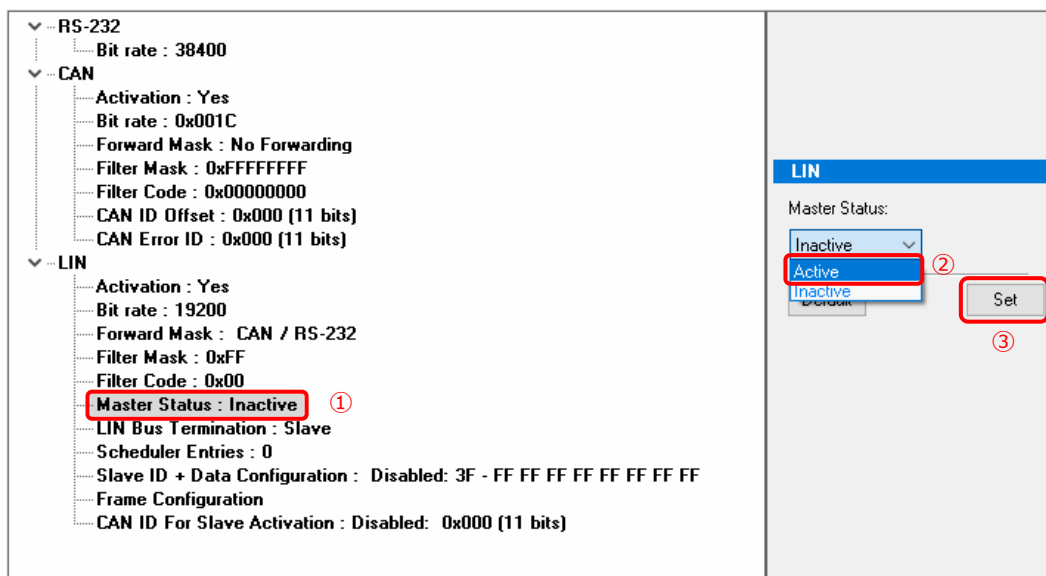

図 4.3-3
Master Status をクリックし（図 4.3-3 ① 参照）、Active を選択（② 参照）、Set ボタンをクリックします（③ 参照）。